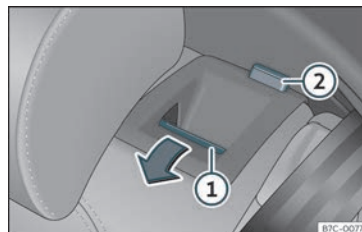

Fig. 107 Banco traseiro: rebater o encosto.
- Puxe o manípulo de desbloqueio »» **Fig. 107** ① para a frente e, ao mesmo tempo, rebata o encosto. O encosto traseiro está desbloqueado quando se vê uma marca vermelha no botão ②.